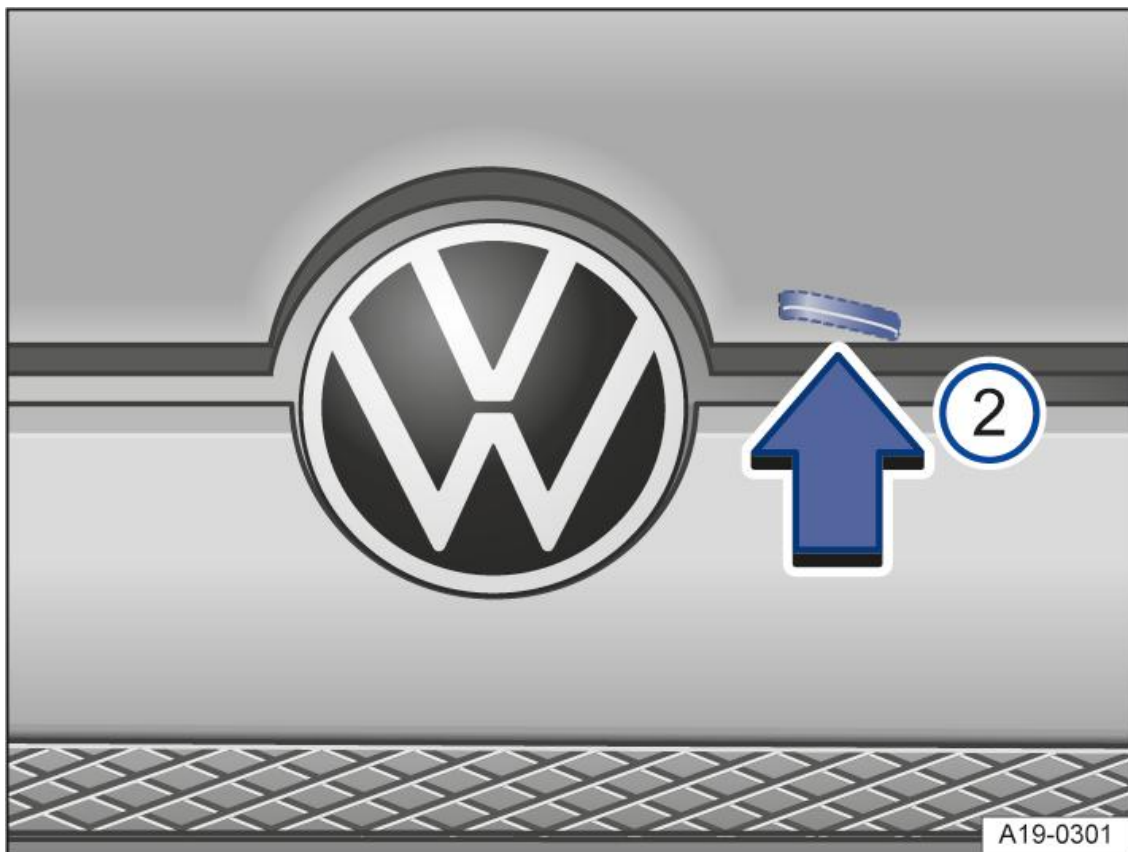
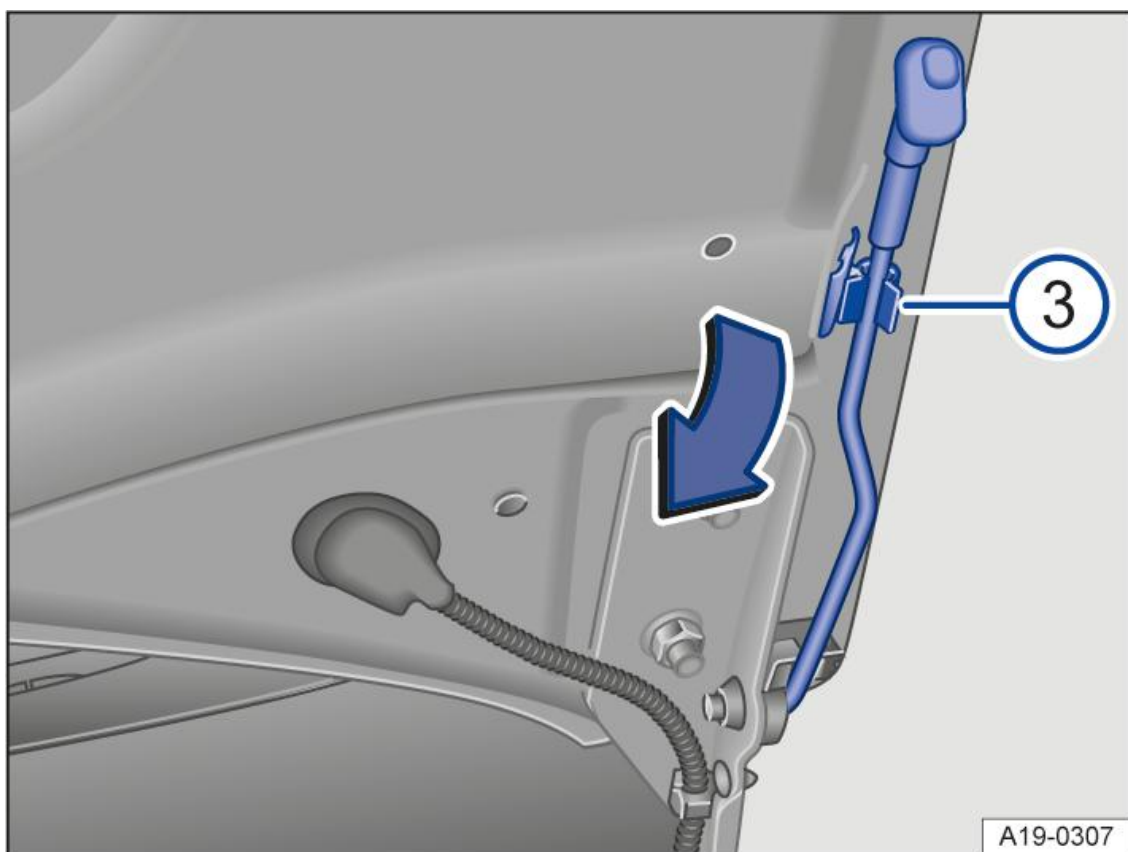
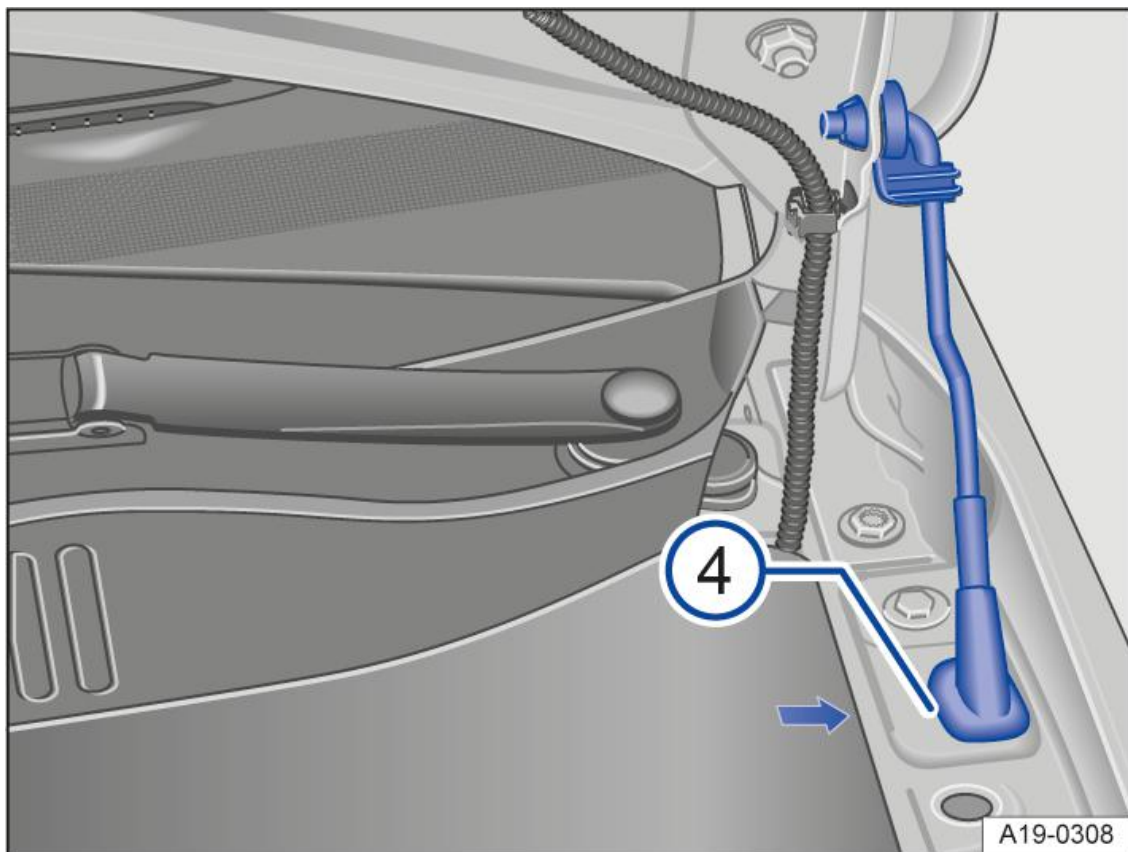

Fig. 2 Sopra la griglia del radiatore: leva di apertura del cofano anteriore
Fig. 3 Cofano anteriore: sostegno del cofano nel fermo
Fig. 4 Cofano anteriore sollevato
2. Sollevare leggermente il cofano e nello stesso tempo spingere la leva di apertura nella direzione indicata dalla freccia → *fig. 2*, così da poter aprire completamente il cofano.
3. Estrarre dal suo alloggiamento l'asta di sostegno del cofano → *fig. 3* nella direzione della freccia e inserire la sua estremità nel foro → *fig. 4*.
2. Sganciare l'asta di sostegno dal foro → *fig. 3* e fissarla nel fermo → *fig. 2*.